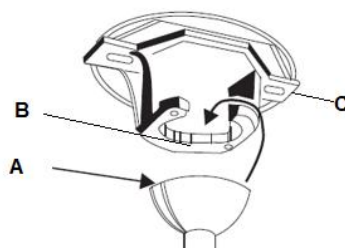

Fig. 4
Soulevez le ventilateur pour le placer sur le support de montage. Assurez-vous que l'encoche clé (A) de la rotule de la suspension est positionnée sur la goupille clé (B) du support de montage (C) pour empêcher le ventilateur de tourner lorsqu'il fonctionne. (Fig. 4)